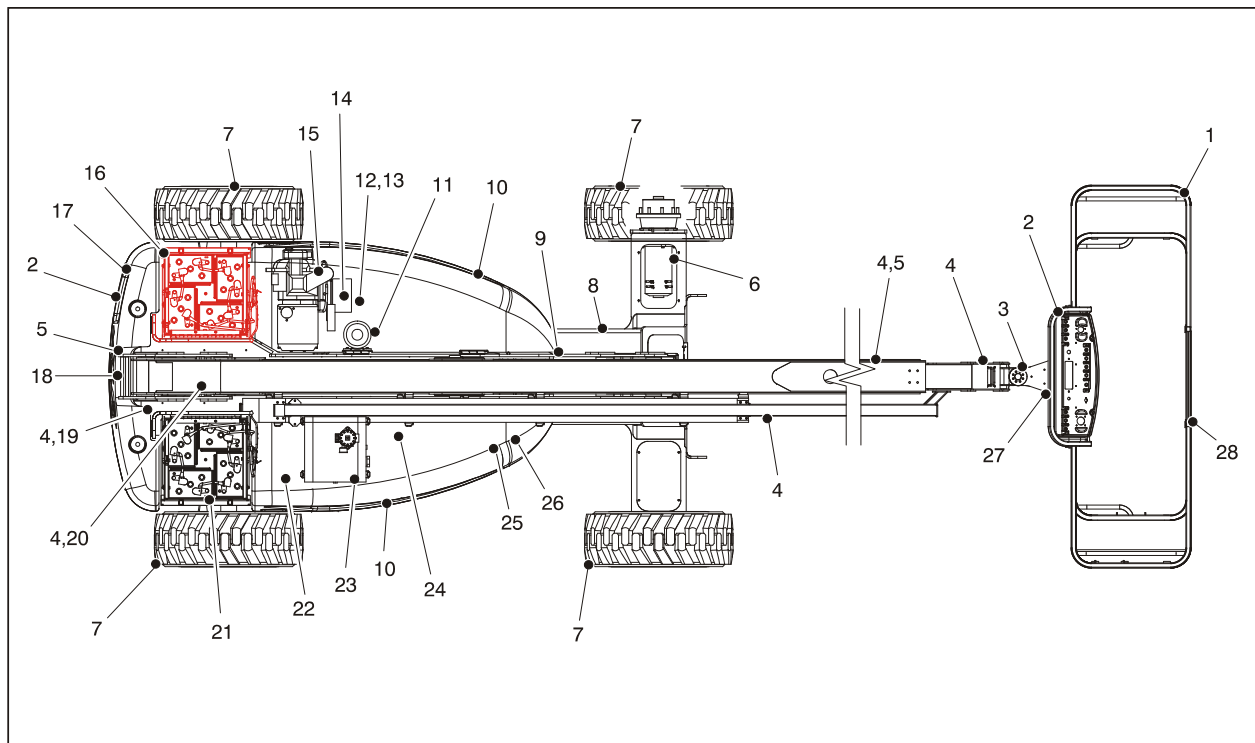

Figura 2-4. Inspección visual diaria - Hoja 1 de 4
4. **“Inspección visual”** – Consultar la Figura 2-4., la Figura 2-5. y la Figura 2-7.